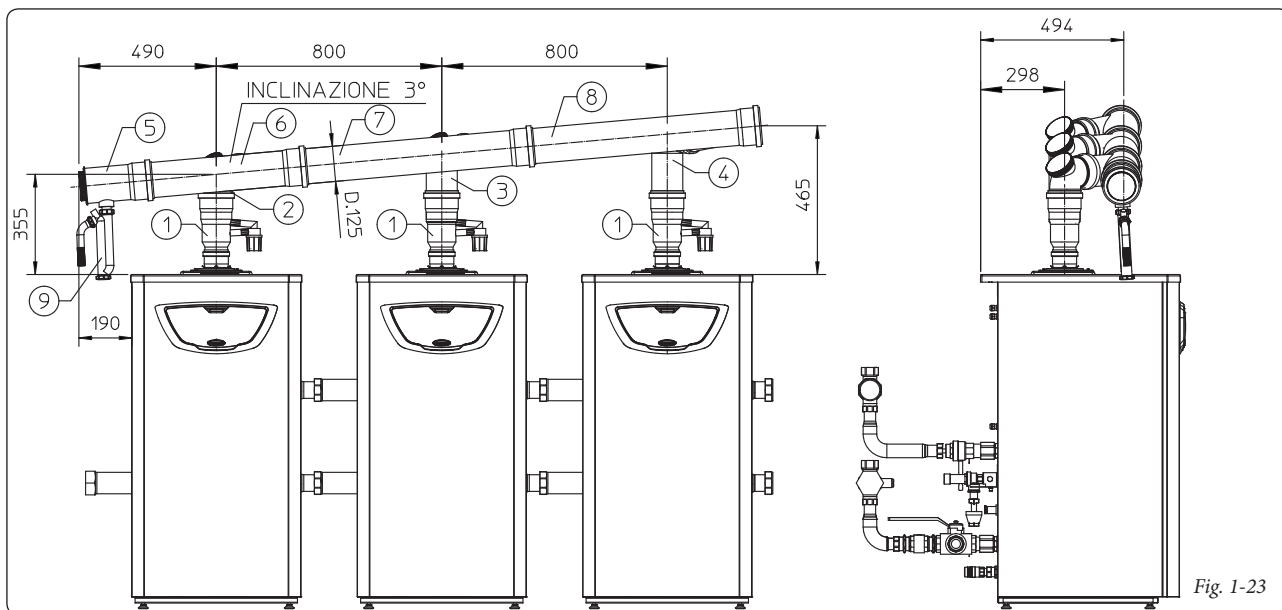

Fig. 1-23
- la distanza tra gli assi verticali dei generatori consecutivi deve essere di 800 mm (Fig. 1-23);
Montaggio collettore scarico fumi (Fig. 1-23): per il corretto montaggio vedere i relativi fogli istruzioni.